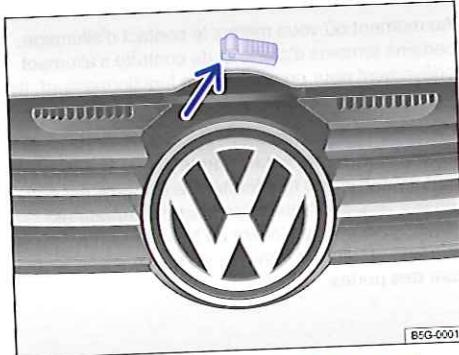

Fig. 207 Levier de déverrouillage permettant d'ouvrir le capot-moteur au-dessus de la grille de calandre
- Soulevez le capot-moteur en le saisissant par le levier de déverrouillage \Rightarrow fig. 207 (flèche) et ouvrez-le complètement. Le capot-moteur est maintenu à l'aide du vérin pneumatique.